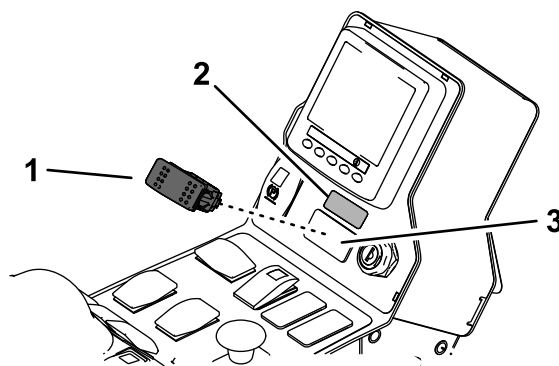

Figura 4
3. Rimuovete il tappo dal quadro di comando e montate l'interruttore (Figura 4).
4. Applicate l'adesivo del freno ausiliario sopra l'interruttore (Figura 4).